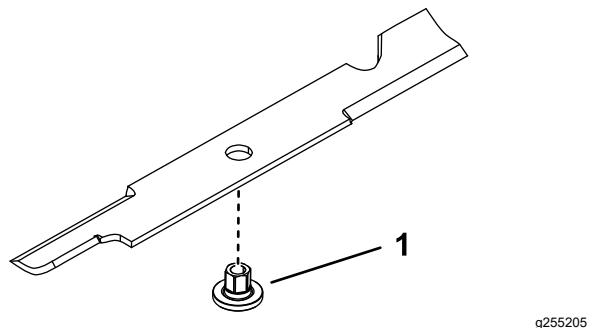

Figura 75
- Instale el buje a través de la cuchilla con la brida del buje en el lado inferior (lado del césped) de la cuchilla (Figura 75).